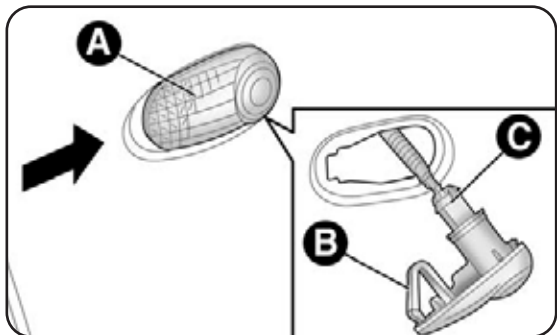

fig. 26
- actúe en la pantalla transparente A-fig. 26 de forma que se comprima la ballestilla B, y saque el grupo hacia fuera;